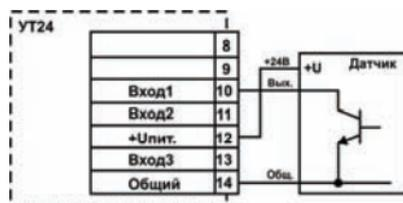

Рисунок 11
- активные датчики, имеющие на выходе транзистор n-p-n-типа с открытым коллекторным выходом. Для питания таких датчиков на клеммник прибора выведено напряжение 24 ± 3 В (максимальный ток нагрузки 100 мА) (рисунок 11);